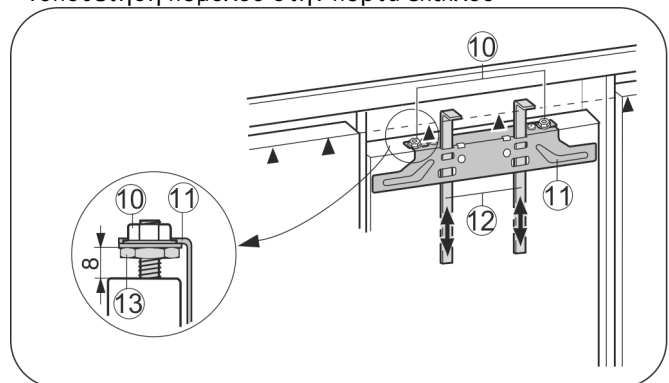

Fig. 25
- Σπρώξτε προς τα επάνω τους οδηγούς τοποθέτησης Fig. 25 (12) στο ύψος της πόρτας του επίπλου. Κάτω ακμή τερματισμού ▲ του οδηγού τοποθέτησης = ένα ακμή της πόρτας επίπλου που θα τοποθετηθεί.
- ▶ Ξεβιδώστε την τραβέρσα στερέωσης Fig. 25 (11) με τα κόντρα παξιμάδια Fig. 25 (10).